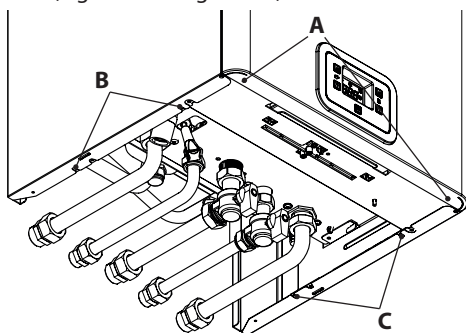
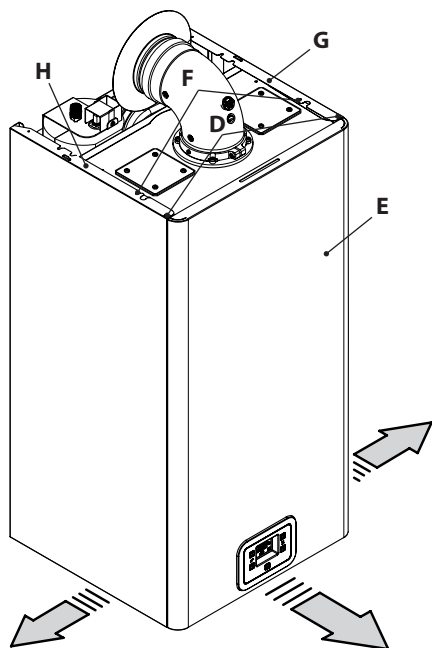

Figura 9.7
Figura 9.8
- Svitare le viti **A** e **D** quindi rimuovere il pannello frontale **E** tirandolo a sé (Figura 9.7 e Figura 9.8).
Svitare le viti **B**, **C** e **F** e rimuovere i due pannelli laterali **G** e **H** tirandoli a sé e spingendoli verso l'alto in modo da liberarli dagli agganci superiori (Figura 9.7 e Figura 9.8).